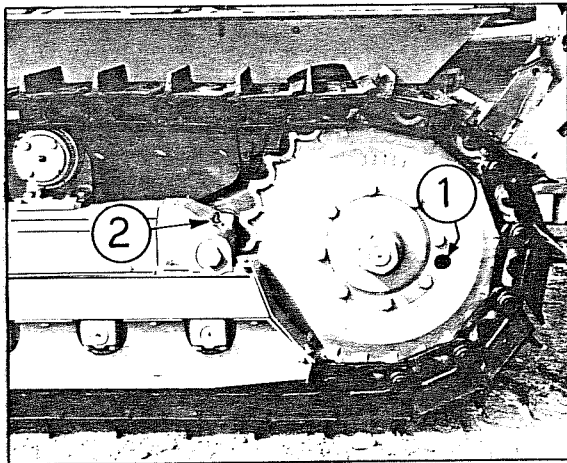

fig. 9
Ogni 150 ore di lavoro occorre controllare il livello dell'olio nel cambio attraverso il tappo con asta (2 fig.2) ed il livello nei riduttori laterali dal tappo visibile attraverso il foro praticato sulla ruota motrice (1 fig.9).
8.6 -BARRA TRASVERSALE POSTERIORE (fig. 9)
Ogni 30 ore di lavoro iniettare grasso negli ingrassatori (2fig 9) uno per parte.